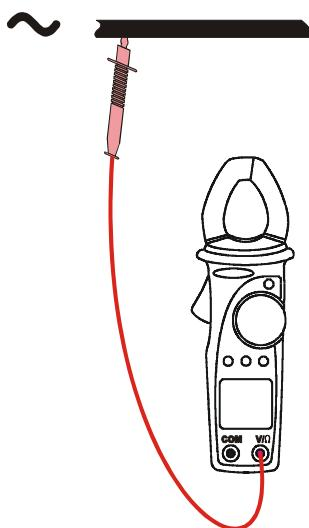
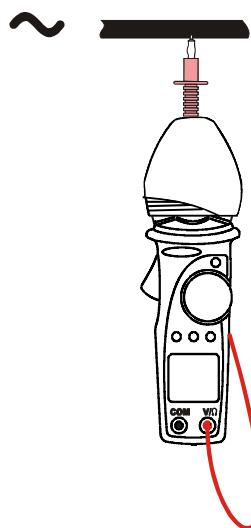

Fig. 16: busca fases
Fig. 17: busca fases con capuchón de goma
3. Conecte la punta roja a la fase L1 (vea Fig. 16). Como alternativa use el práctico capuchón de goma para alojar la punta roja (vea Fig. 17).